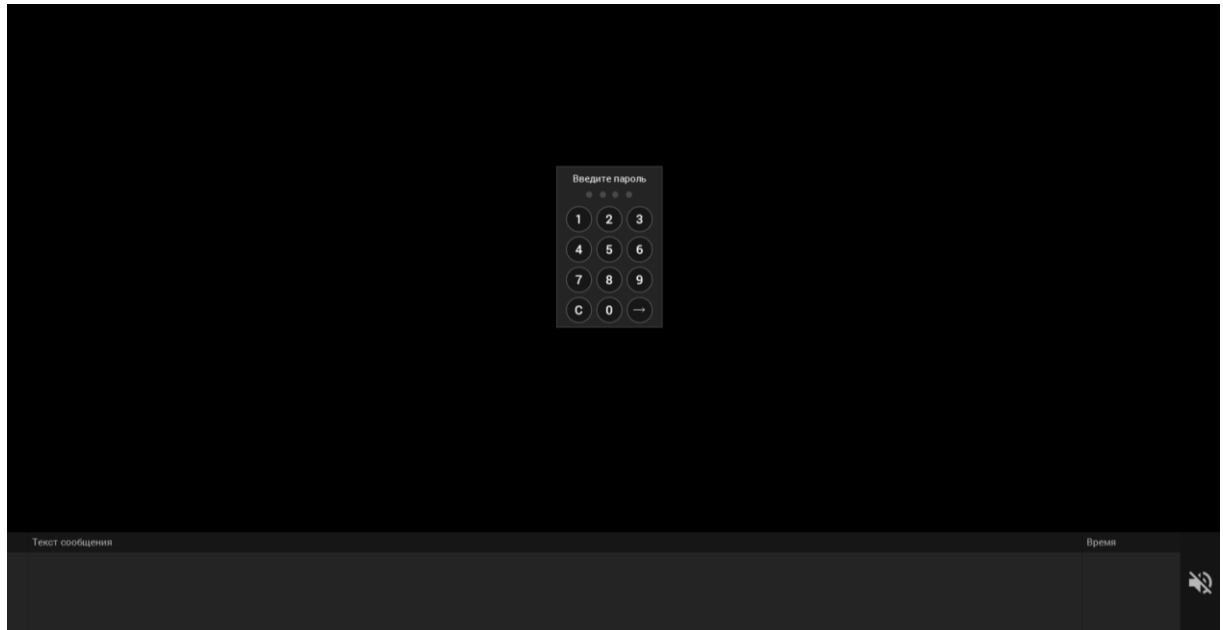

Рисунок 2.3.1 – Окно ввода пароля на экране «Настройки»
2.3.2. При переходе на экран по умолчанию открывается окно ввода пароля (рис. 2.3.1). Введите пароль с помощью нажатий на необходимые цифры, для отправки пароля нажмите на . При нажатии на  происходит полное удаление введенного пароля. Если пароль введен правильно, будет осуществлен переход на экран «Настройки» (рис. 2.3.2).